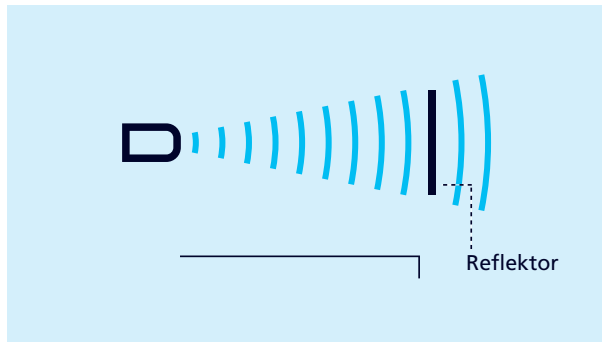

Bild 9: Zweiweg-Reflexionsschranke, Fenster \pm Offset
- Der Ausgang wird gesetzt, wenn sich das Objekt zwischen Sensor und fest montiertem Reflektor befindet. Hierzu wird der Ultraschallsensor im Fensterbetrieb so eingestellt, dass ein fest montierter Reflektor innerhalb des Fensters liegt. Der Wechsel des Schaltausgangs erfolgt, sobald ein Objekt vor dem Reflektor erkannt wurde. Diese Betriebsart wird bei schlecht zu detektierenden Materialien wie Schaumstoff und bei der Abtastung von Objekten mit unregelmäßigen Oberflächen empfohlen (vgl. Bild 9).